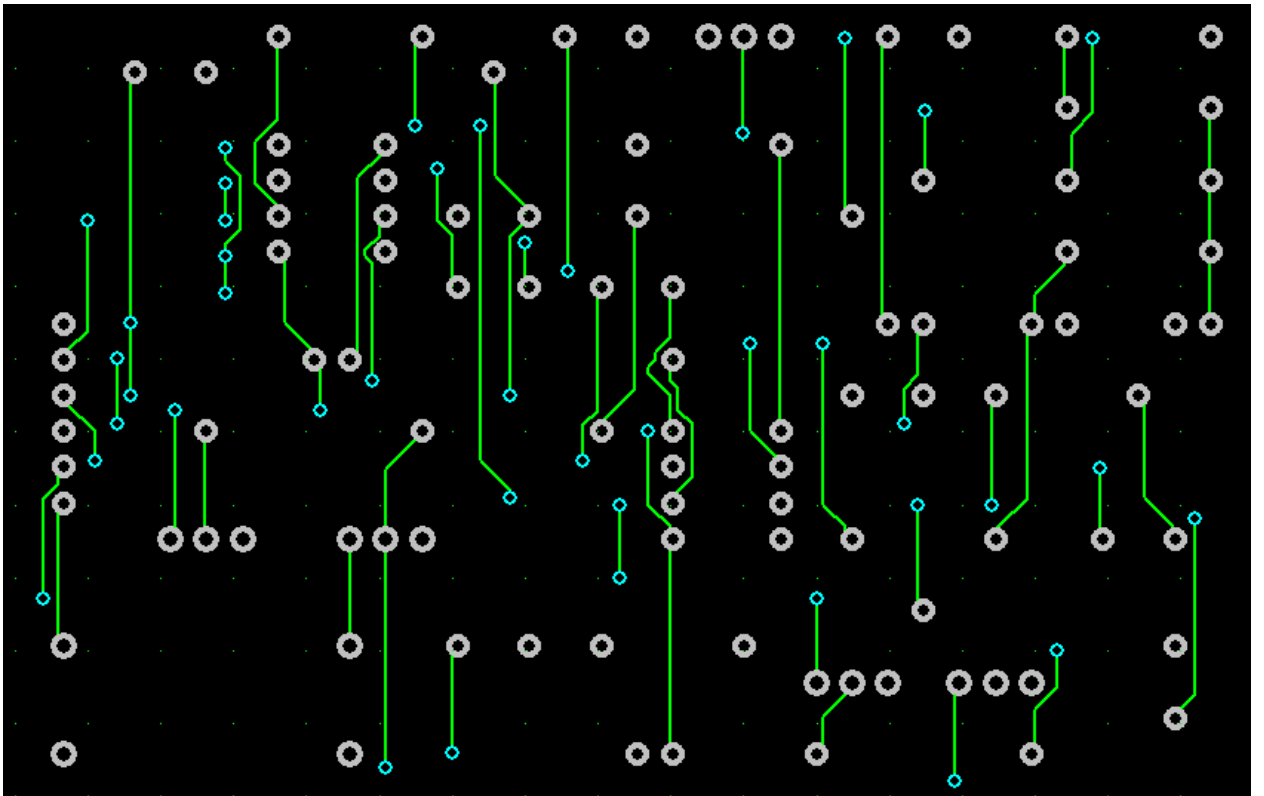

Рис. 4 Слой **Bottom** при автоматической трассировке
- 3.4 Для просмотра заднего слоя (**Bottom**) сделайте недоступными все слои кроме него (рис. 4).